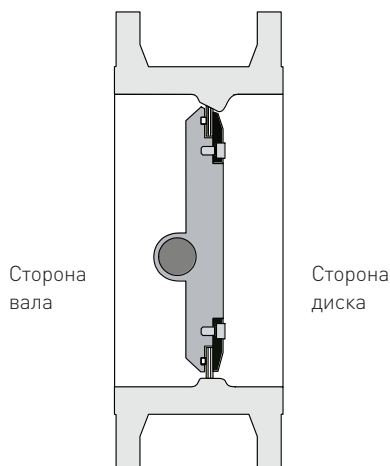

РИС. 2
- Конструкция затворов Vanessa Серии 30,000 несимметрична. Две стороны затвора отождествляются, как "сторона вала" и "сторона диска". См. Рис. 2. Для обеспечения правильного направления установки, пожалуйста, ознакомьтесь с конкретной литературой, которая поставляется с затвором.